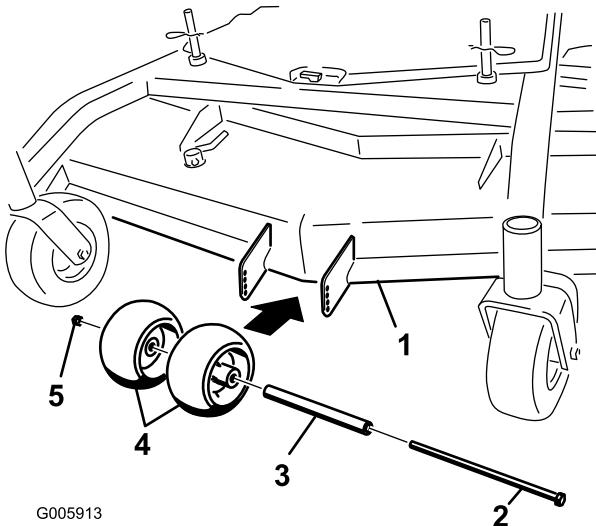
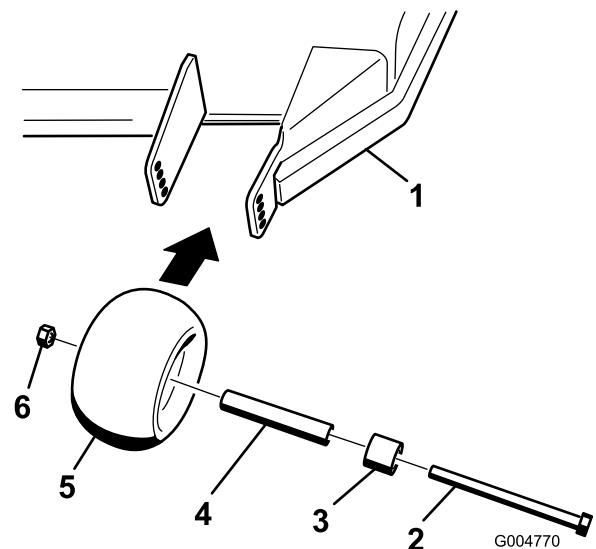

Figura 14
Figura 15
1. Despues de ajustar la altura de corte, revise los rodillos para asegurarse de que hay una separación mínima del suelo de 10 mm (3/8 pulg.) (Figura 14, Figura 15).
2. Si es necesario realizar ajustes, retire el perno, las arandelas y la tuerca (Figura 14, Figura 15).
3. Seleccione un taladro para que los rodillos tengan una separación mínima del suelo de 10 mm (3/8 pulg.) (Figura 14, Figura 15).
4. Instale el perno y la tuerca (Figura 14, Figura 15).